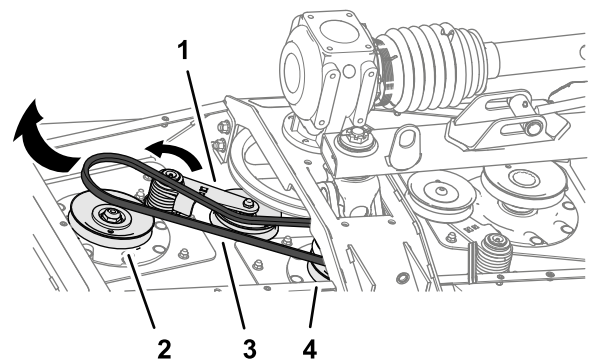

Bild 66
3. Drehen Sie den Riemensteller für den kurzen Riemen mit einer Brechstange oder ähnlichem Werkzeug gegen den Uhrzeigersinn und ziehen Sie den Riemen von der Spannscheibe ab (**Bild 66**).